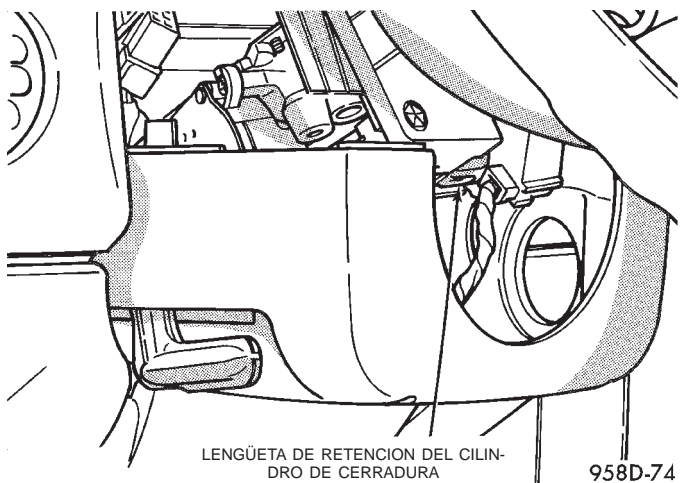

Fig. 63 Lengüeta de retención del cilindro de cerradura
- (1) Desconecte el cable negativo del borne de puente auxiliar.
- (2) Retire la cubierta superior de la columna de dirección.
- (3) Tire hacia abajo la cubierta inferior, lo suficiente como para poder acceder a la lengüeta de retención del cilindro de cerradura.
- (4) Coloque el cilindro de la llave en la posición RUN. Oprima la lengüeta de retención y retire el cilindro de llave (Fig. 63).